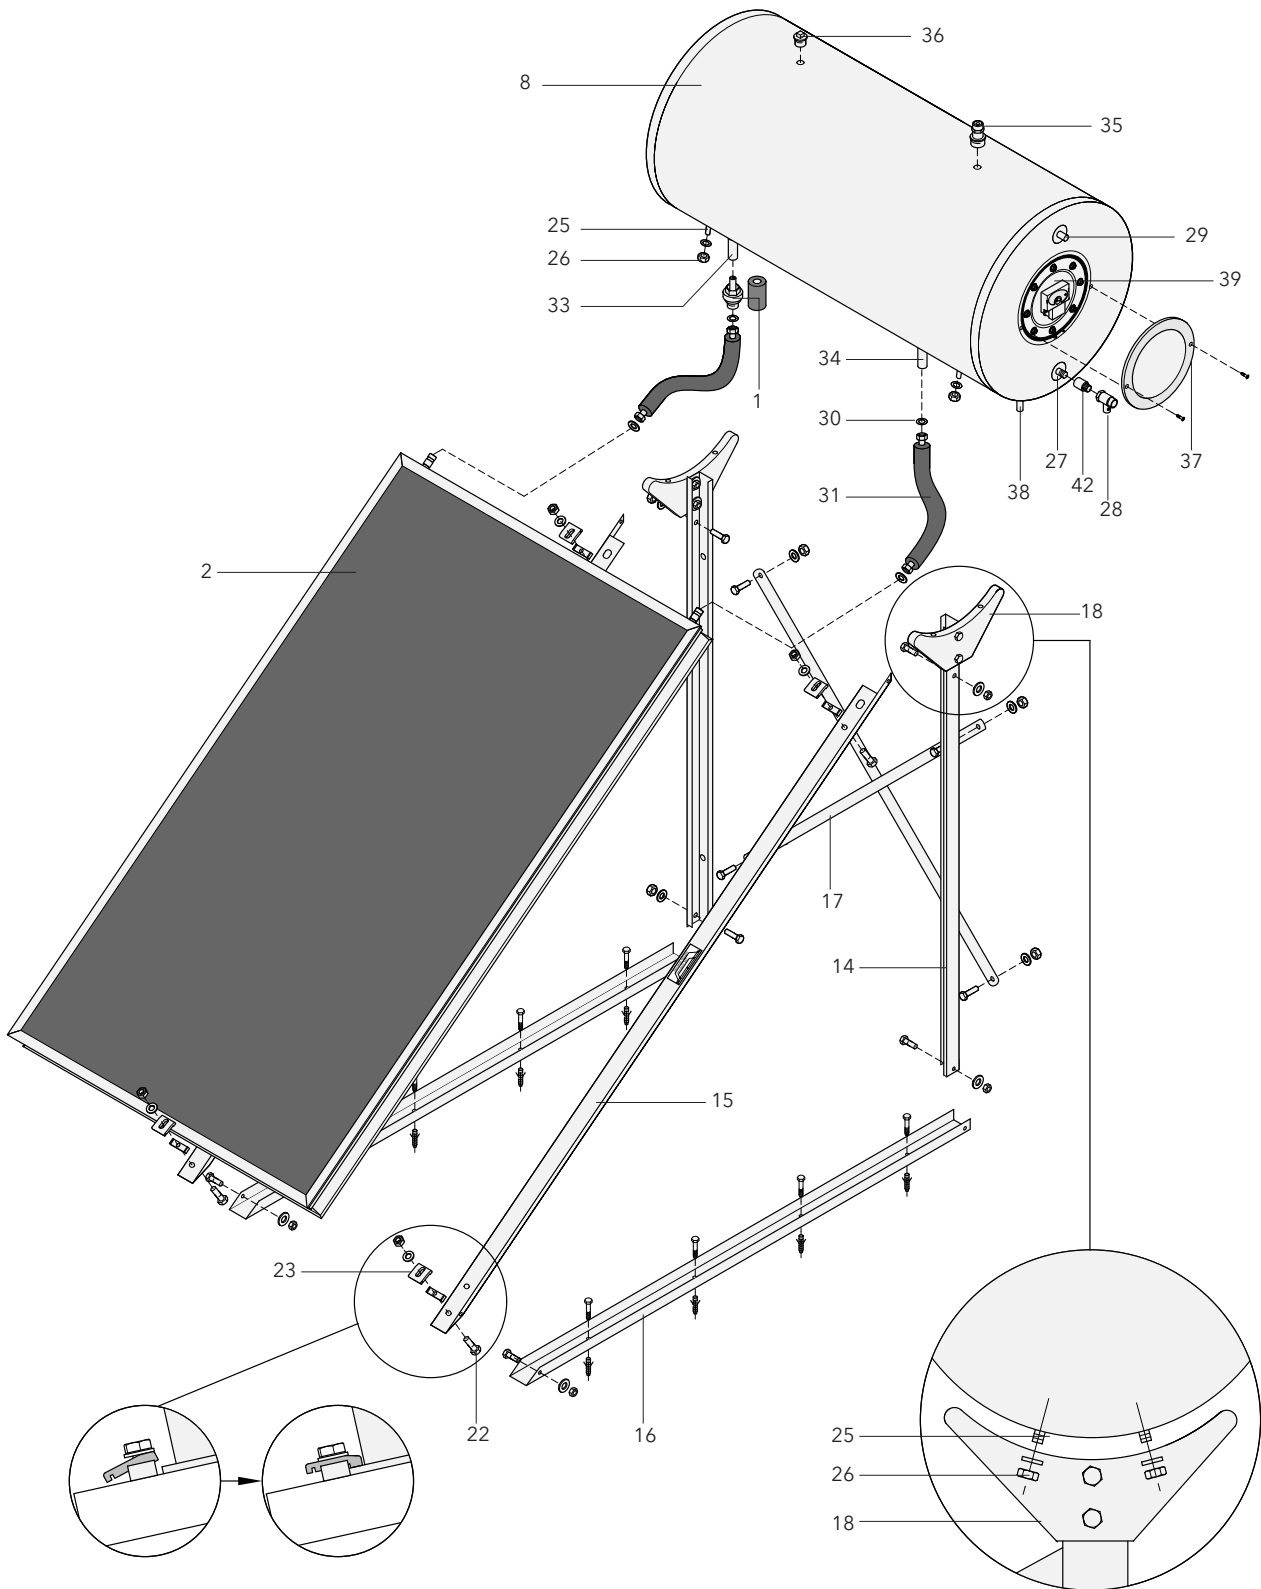
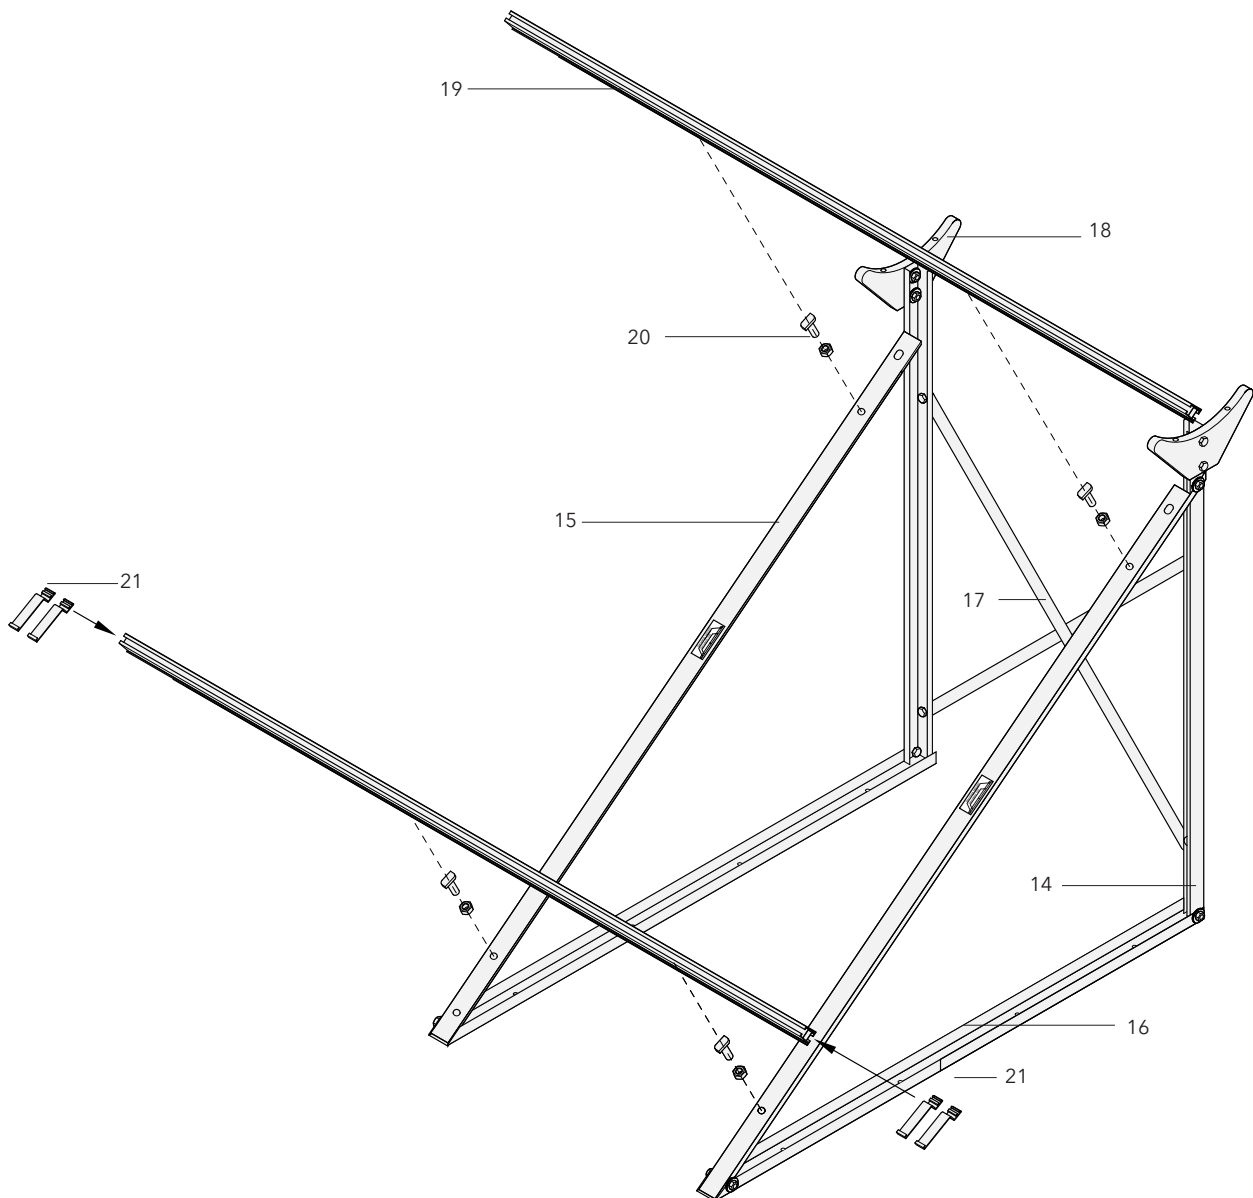
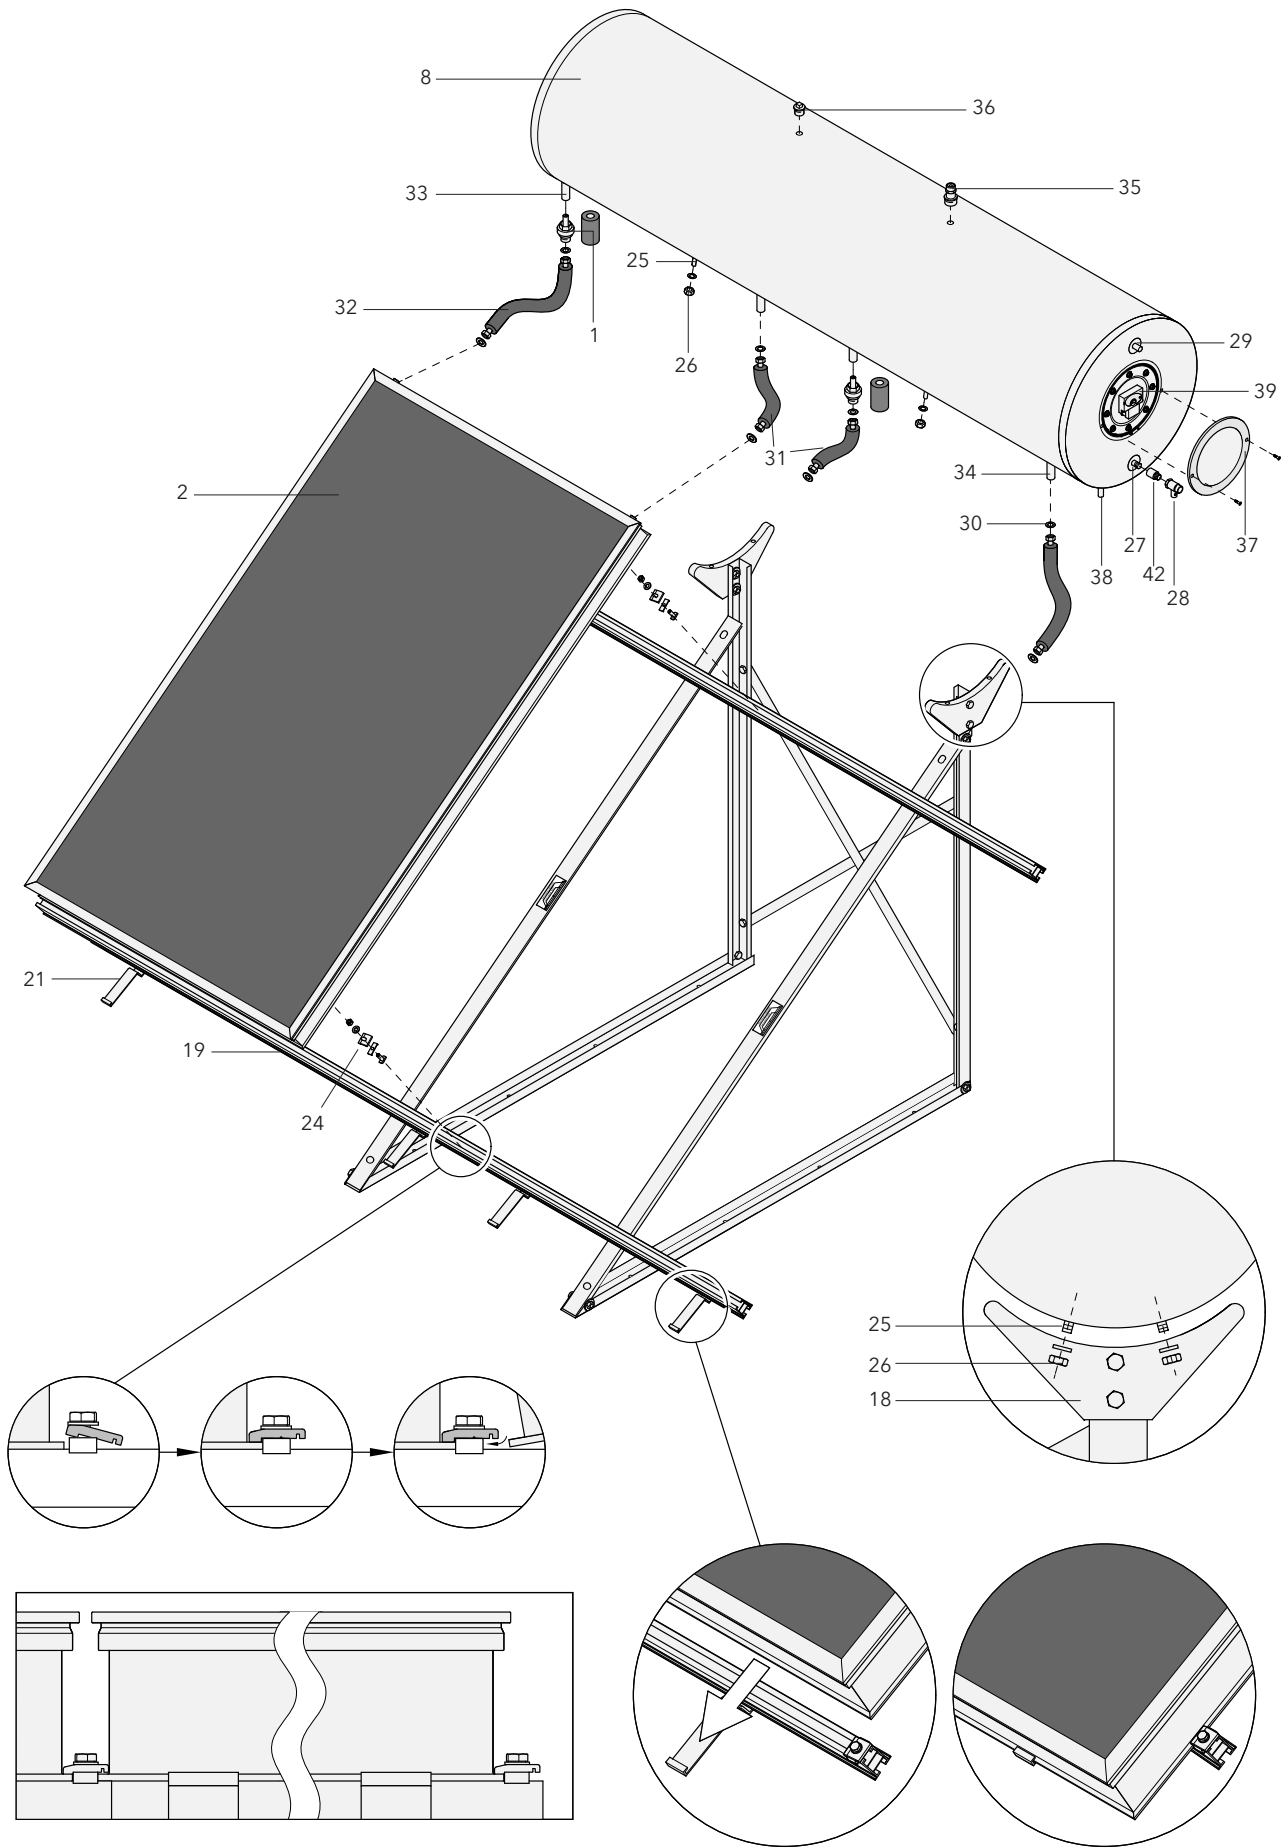

Abb. 10 Lieferumfang und Montage von SECUterm 160 P und 200 P (Positionsnummern siehe Tab.3, S. 10)
Abb. 11 Lieferumfang von Gestell sowie Gestellerweiterung von SECUterm 300 P (Positionsnummern siehe Tab.4, S.12)
Abb. 12 Lieferumfang von SECUtherm 300 P und Montage von Kollektor, Speicher sowie Anschlussteilen (Positionsnummern siehe Tab.4)
- Während des Betriebs kann im Störfall am Sicherheitsventil des Solarkreises (Abb. 10 bzw. Abb. 12 Pos. 35) und am Sicherheitsventil des Kaltwasseranschlusses (Abb. 10 bzw. Abb. 12 Pos. 28) Dampf austreten. Es besteht dann Verbrühungsgefahr!
Tab. 3 Positionsnummern aus Abb. 10
- Zunächst die beiden unteren Klemmen vormontieren. Dazu jeweils die Klemmen mit Unterlegscheibe, Mutter (22) und Schraube (23) an Winkelschienen (15) locker befestigen, so dass das Klemmenoberteil noch verschiebbar ist (vgl. Bildlupen Abb. 10 unten). Die Randleiste des Klemmenunterteils müssen dabei nach oben gerichtet sein!
- Kollektor (2) aufbringen und auf mittigen Sitz kontrollieren.
- Den Speicher (8) auf die Speicherhalterungen (18) mit den vier Gewindebolzen (25) in die entsprechenden Bohrungen einsetzen. Die Trinkwasseranschlüsse müssen sich dabei auf der rechten Seite des Speichers befinden (Abb. 10).
- Speicher beidseitig mit je zwei Muttern und Unterlegscheiben (26) festschrauben.
- Solarkreis wechselseitig mit Wasser spülen durch Anschließen eines Schlauchs am Solarkreis-Vorlauf (33) und anschließend am Solarkreis-Rücklauf (34).
Tab. 4 Positionsnummer aus Abb. 11 und Abb. 12
- Die beiden Speicherstützen (14) jeweils mit Winkelschiene (15) und Bodenschiene (16) verbinden und anschließend mit Kreuzstreben (17) montieren (Abb. 10).
- Die Bodenschiene (16) mit Dübeln und Schrauben am Boden befestigen. Dabei auf hinreichende Tragfähigkeit des Baugrunds achten!
- Kollektorhalter (21) seitlich in die untere Montageschiene einführen (Abb. 11) und in Endposition bringen (Abb. 12).
- Montageschienen (19) mit Hammerkopfschrauben und Muttern (20) auf Winkelschienen (15) fixieren (Abb. 11). Dabei darauf achten, dass sich der Hammerkopf in den Montageschienen um 90° dreht und verkantet (sichtbar an der Nut auf der Schraubenunterseite)!
- Zunächst die beiden Klemmen links außen vormontieren. Dazu jeweils die Klemmen mit Unterlegscheibe, Mutter und Hammerkopfschraube (24) an jeweiliger
Montageschiene (19) locker befestigen, so dass das Klemmenoberteil noch verschiebbar ist (vgl. Bildlupe Abb. 12 unten). Die Randstege des Klemmenunterteils müssen dabei nach unten gerichtet sein und der Hammerkopf muss sich in der Montageschiene beim Anziehen der Klemmen um 90° drehen und verkanten (kenntlich an der Nut auf der Schraubenunterseite)!
- Linken Kollektor (2) von rechts gegen Klemme schieben und in die Kollektorhalter herunterrutschen lassen.
- Zweiten Kollektor von rechts gegen mittige Kollektorklemme schieben und in Kollektorhalter herunterrutschen lassen (Abb. 12 untere Bildlupe).
- Den Speicher (8) auf die Speicherhalterungen (18) mit den vier Gewindebolzen (25) in die entsprechenden Bohrungen einsetzen. Die Trinkwasseranschlüsse müssen sich dabei auf der rechten Seite des Speichers befinden (Abb. 12).
- Speicher beidseitig mit zwei Muttern mit Unterlegscheiben (26) festschrauben.
- Beide Solarkreise wechselseitig mit Wasser spülen durch Anschließen eines Schlauchs jeweils am Solarkreis-Vorlauf (33) und anschließend am Solarkreis-Rücklauf (34).
- Die vier Edelstahl-Wellschläuche (31, 32) mit den Kollektoranschlüssen ½" AG flachdichtend verbinden, so dass sich die längeren Edelstahl-Wellschläuche (32) an den Außenseiten befinden (Abb. 12). Dafür die Flachdichtungen (30) verwenden und dabei die Anschlussstutzen des Kollektors mit zweitem Maulschlüssel festhalten, um ein Beschädigen des Absorbers zu vermeiden!
- Die beiden Thermostatventile (1) an den rot markierten Vorlauf-Anschlüssen (33) des Speichers montieren. Dazu geeignetes Dichtmittel verwenden. Dämmungen der Thermostatventile anbringen.
- Alle Edelstahl-Wellschläuche (31, 32) flachdichtend mit Thermostatventilen (1) bzw. Speicheranschlüssen des Solarkreis-Rücklaufs (34) verbinden. Dabei auf gleiche Farbmarkierung der jeweiligen Anschlussstutzen achten (rot für Vorlauf, blau für Rücklauf). Die Edelstahl-Wellschläuche müssen eine kontinuierliche Steigung aufweisen und dürfen nicht geknickt werden!
Die Anlage muss alle zwei Jahre von Fachpersonal überprüft werden. Folgende Maßnahmen sind durchzuführen (Abb. 10 und Abb. 12 bzw. Abb. 13):